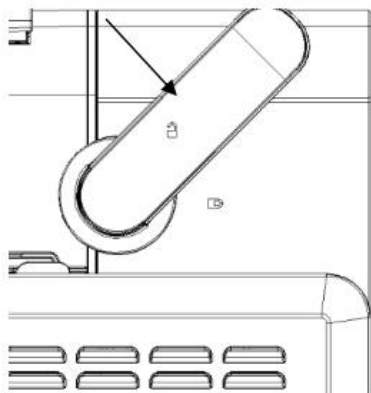

Figure 3
1. Haal de stekker uit het stopcontact, zet de schakelaar van de laadcilinder in de ontgrendelde stand (zoals weergegeven in Afbeelding 3), verwijder de laadcilinder en haal vervolgens het mengventilatorblad eruit om het schoon te maken en droog het af met een handdoek.